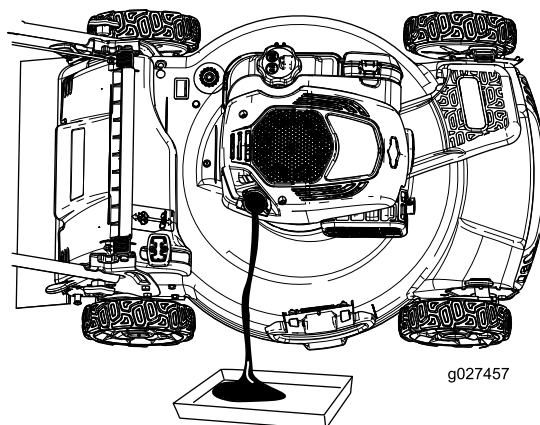

Рисунок 26
4. Для слива отработанного масла через маслозаливную горловину переверните машину набок (чтобы воздушный фильтр был сверху) (Рисунок 26).